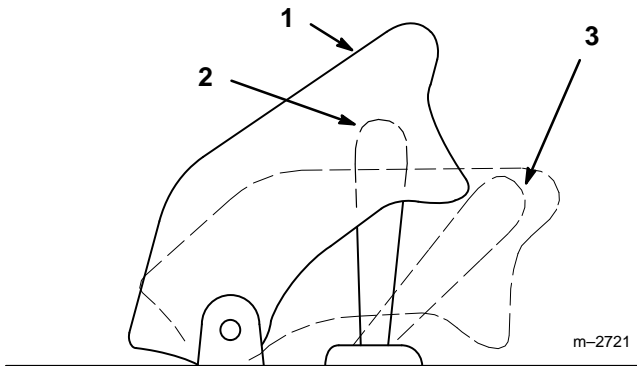

Figure 7
2. Soulever le couvercle et mettre l'interrupteur de PdF en position de MARCHE pour embrayer la prise de force (Fig. 7).
2. Abaisser le capot de l'interrupteur de PdF. Ceci rabat l'interrupteur en position ARRET et débraye la prise de force (Fig. 7).